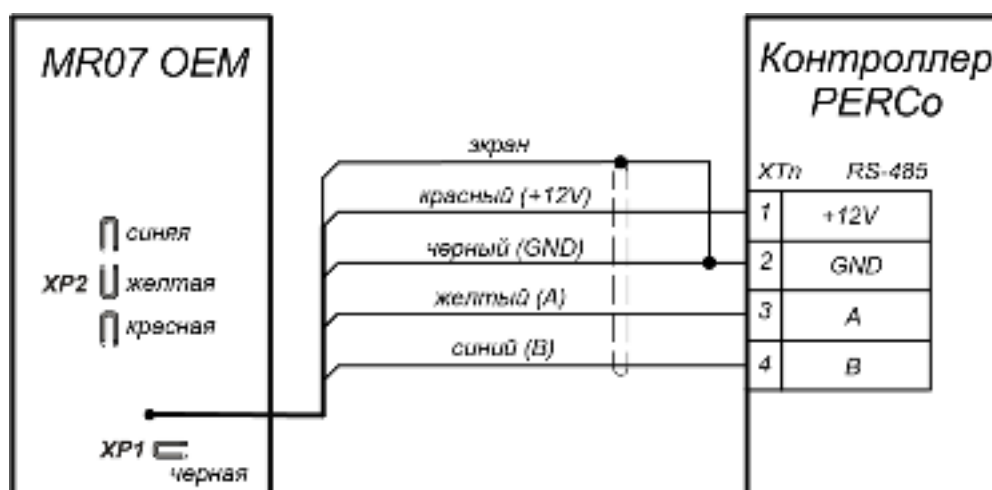

Рисунок 1. Схема подключения считывателя к контроллеру PERCo
Кабель для подключения считывателя выведен с его тыльной стороны. Кроме того, на тыльной стороне считывателя расположены четыре перемычки проводом (см. рис.1):
В считывателе предусмотрена звуковая индикация для отражения событий и состояний как собственно считывателя, так и контроллера СКУД. Управление звуковой индикацией считывателя контроллер СКУД осуществляет при помощи команд по интерфейсу RS-485 (схему подключения см. на рис. 1).
3. При помощи трех перемычек **XP2** (см. рис. 1) установите номер считывателя, для чего в соответствии с табл. 2 необходимые перемычки перекусите кусачками. Разрезанные перемычки не должны контактировать с другими перемычками.
4. С целью предотвращения искажений сигнала на концах линии связи **RS-485** должны быть установлены концевые резисторы. В считывателе **PERCo-MR07 OEM** такой резистор предусмотрен конструктивно. Если устанавливаемый считыватель не является конечным устройством на линии связи, то на нем необходимо отключить концевой резистор, для чего перекусите перемычку **XP1** (см. рис. 1). Проверьте наличие концевых резисторов на реальных концах линии связи интерфейса **RS-485**.
6. Проложите кабель, закрепите его и подключите к контроллеру СКУД (схему подключения смотри на рис. 1 и в руководстве по эксплуатации на соответствующий контроллер). Удлинение соединительного кабеля считывателя производится в соответствии с требованиями разд. 0, при этом сигнальные линии А и В интерфейса **RS-485** должны идти в одной витой паре (по симметричному каналу).